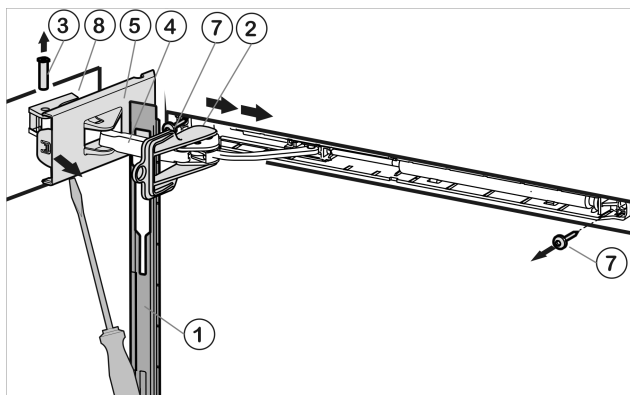

Fig. 15
- Pousser le panneau au-dessus de l'étrier de l'amortisseur Fig. 15 (4) vers l'avant, en direction de l'appareil.
- Encliqueter le dispositif d'arrêt Fig. 15 (2) dans le trou oblong.
- Détacher le cache côté charnière Fig. 15 (5) avec un tournevis jusqu'au premier encliquetage.
- Chasser le pivot Fig. 15 (3) par le bas.
- Pousser l'étrier de l'amortisseur Fig. 15 (4) direction porte.
- Défaire complètement le cache Fig. 15 (5) côté charnière et l'ôter.
- Ôter le panneau Fig. 15 (1).
- Dévisser l'unité de l'amortisseur de fermeture (2 vis Torx 15) Fig. 15 (7).